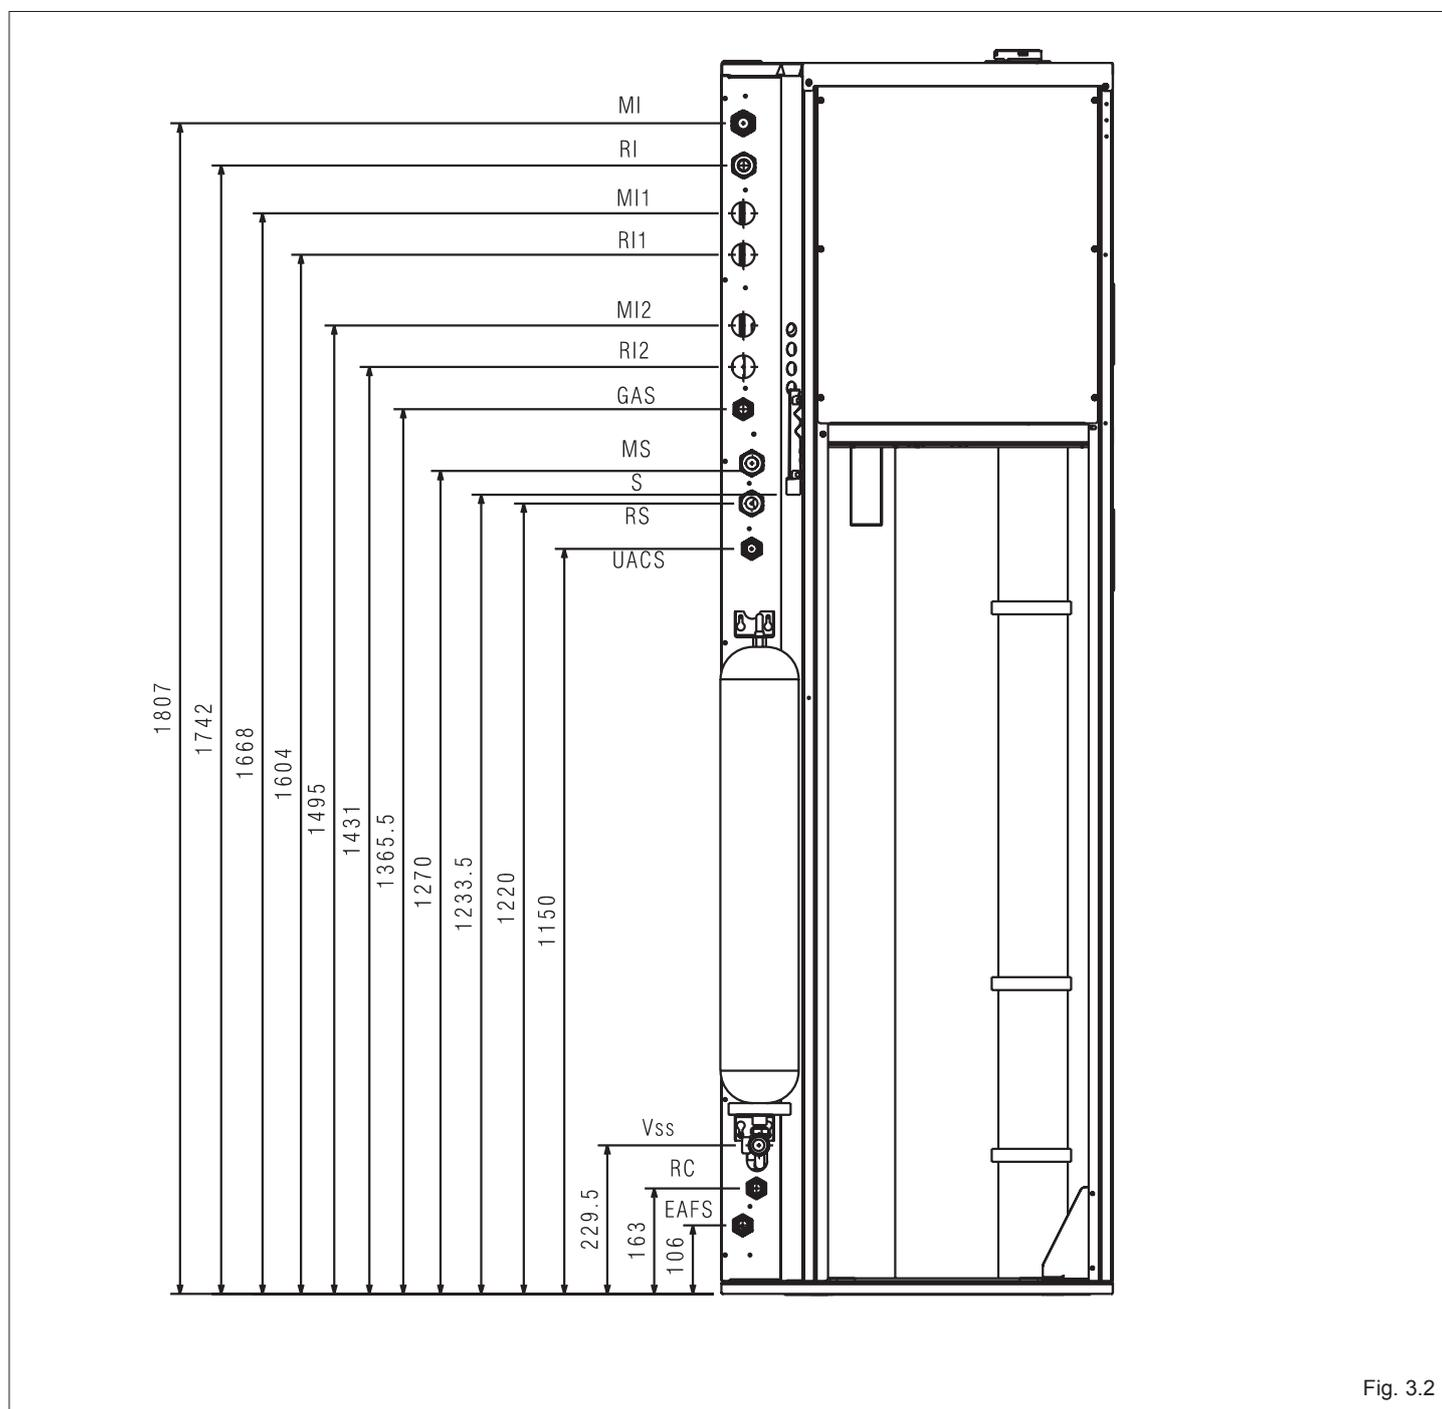

Fig. 3.2
- ⚠ Predisporre un tubo di raccolta della condensa della caldaia da collegare all'attacco (S - fig. 3.2) e convogliarlo nello scarico delle acque bianche, nel rispetto delle Norme Vigenti.
Individuare il tubo corrugato di scarico condensa (S - Fig. 3.2) posto nella parte posteriore della caldaia e convogliarlo nello scarico delle acque bianche e nel rispetto delle Norme Vigenti.